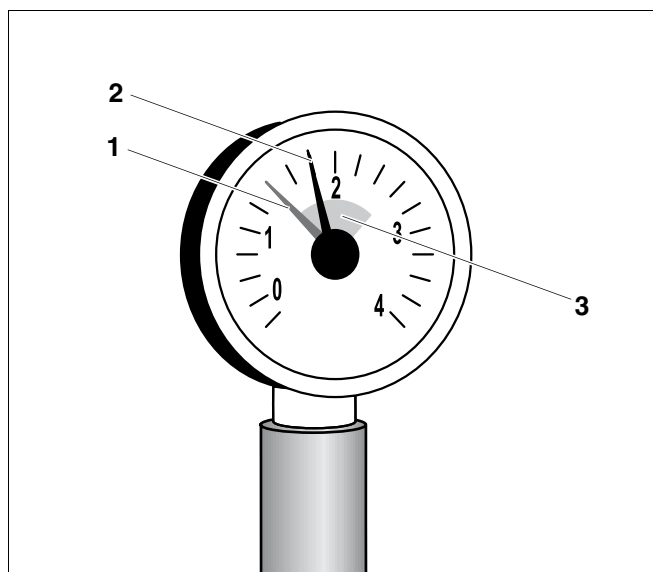

Fig. 33 Manometru pentru instalatii inchise
- Reglati indicatorul rosu (fig. 33, **poz. 1**) al manometrului instalatiei de incalzire la presiunea minima necesara de un bar.